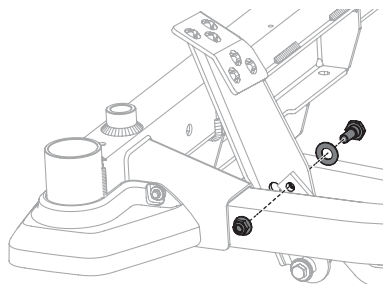

Fig. 33
2. Retirez le boulon, la rondelle et l'écrou hexagonal placés près du centre de la pédale (Fig. 33).
4. Réinstallez la quincaillerie retirée à l'étape 2 et serrez l'écrou à un couple de 38 à 47 N m (de 28 à 35 pi-lb) (Fig. 33).